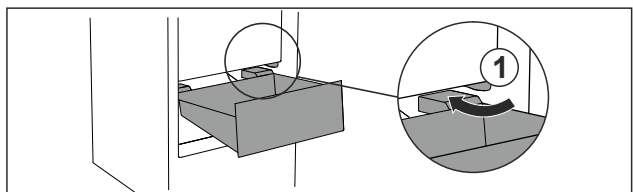

Fig. 87
- Schubfach schräg um die Stopper Fig. 87 (1) herumführen.